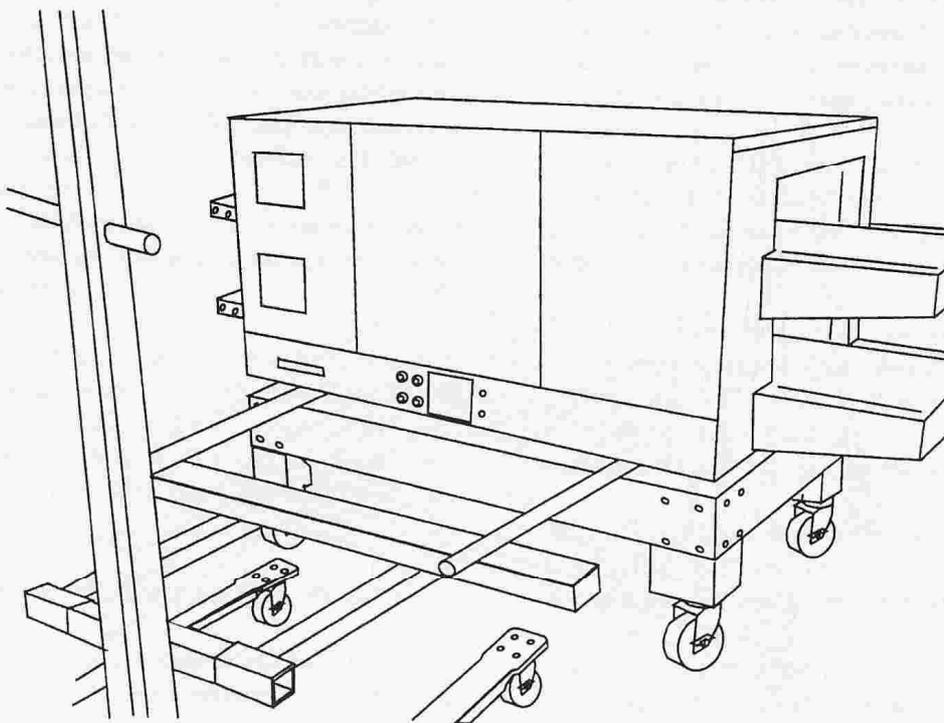

Abbildung 2-6
7. Den Ofen vorsichtig auf den Stand absenken. Er sollte an allen Seiten bündig abschließen. Siehe Abb. 2-6.